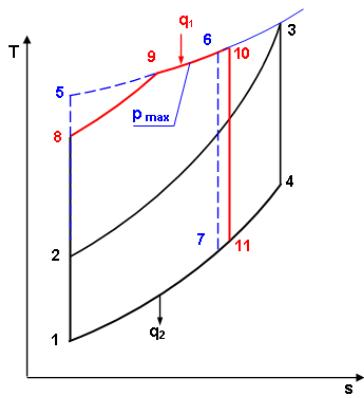

Рис. 13.4. Циклы ДВС с одинаковыми q_1 и p_{\max}
7.5. Сравнить термические КПД и максимальные температуры трех идеальных циклов ДВС с одинаковыми $q_1=500$ кДж/кг, максимальным давлением $p_{\max}=60$ бар, и $p_1=1$ бар, $t_1=20$ °C (рис. 13.4):